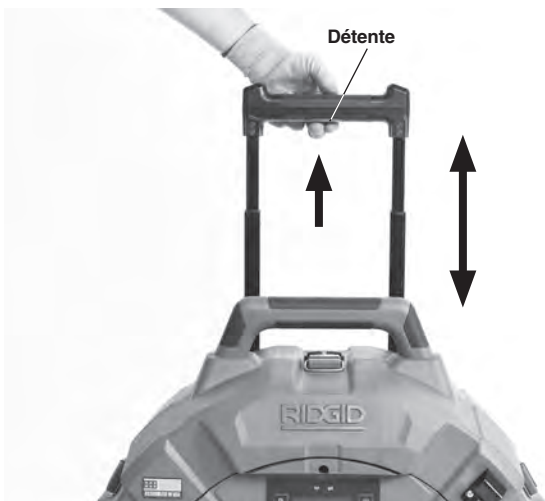

Figure 8 – Déploiement de la poignée télescopique
6. Transporter la machine à récurer les conduits jusqu'au chantier via un passage dégagé. Si nécessaire, déployez la poignée (Figure 8). Appuyez sur la détente de la poignée télescopique pour la mettre à la longueur voulue. Vérifiez le verrouillage complet de la poignée.